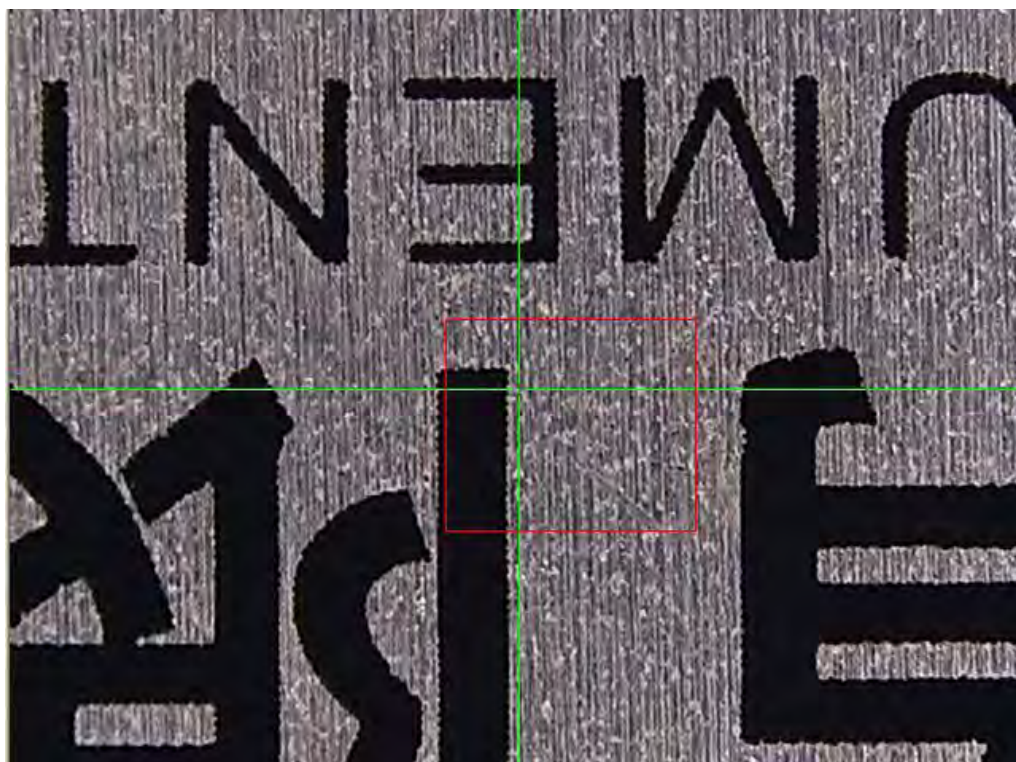

Figure 3-28
- II. Cliquer avec le bouton gauche de la souris et déplacer le curseur de manière à avoir un cadre de mise au point dans la zone d'image comme dans la Figure 3-28.
- V. Cliquer avec le bouton gauche de la souris et déplacer le curseur de manière à avoir un cadre de mise au point dans la zone d'image comme dans la Figure 3-28. Double-cliquer sur le cadre de mise au point pour démarrer la mise au point automatique. Lorsque celle-ci est terminée, une autre boîte de dialogue apparaît comme sur la Figure 3-30.